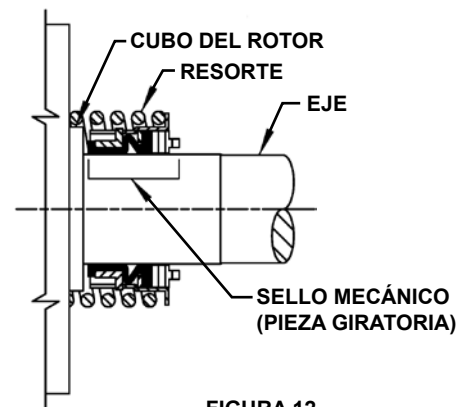

FIGURA 12
5. Coloque el resorte del sello en el eje contra el cubo del rotor. Consulte la **figura 12**.